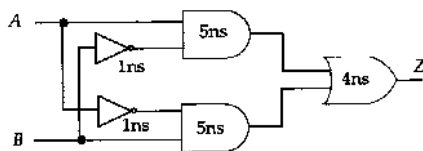

图2-11 异或逻辑
11. 使用数据流描述方式编写图 2-11所示的异或逻辑的Verilog HDL描述，并使用规定的时延。